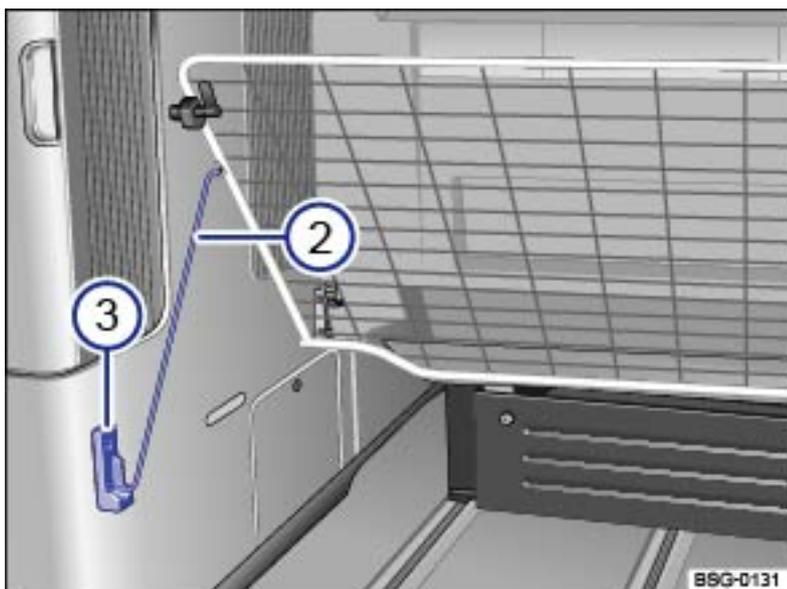

Fig. 15 Dans le coffre à bagages : coussin de couchette relevé
Insérez l'extrémité de la béquille dans la fixation → Fig. 15③.